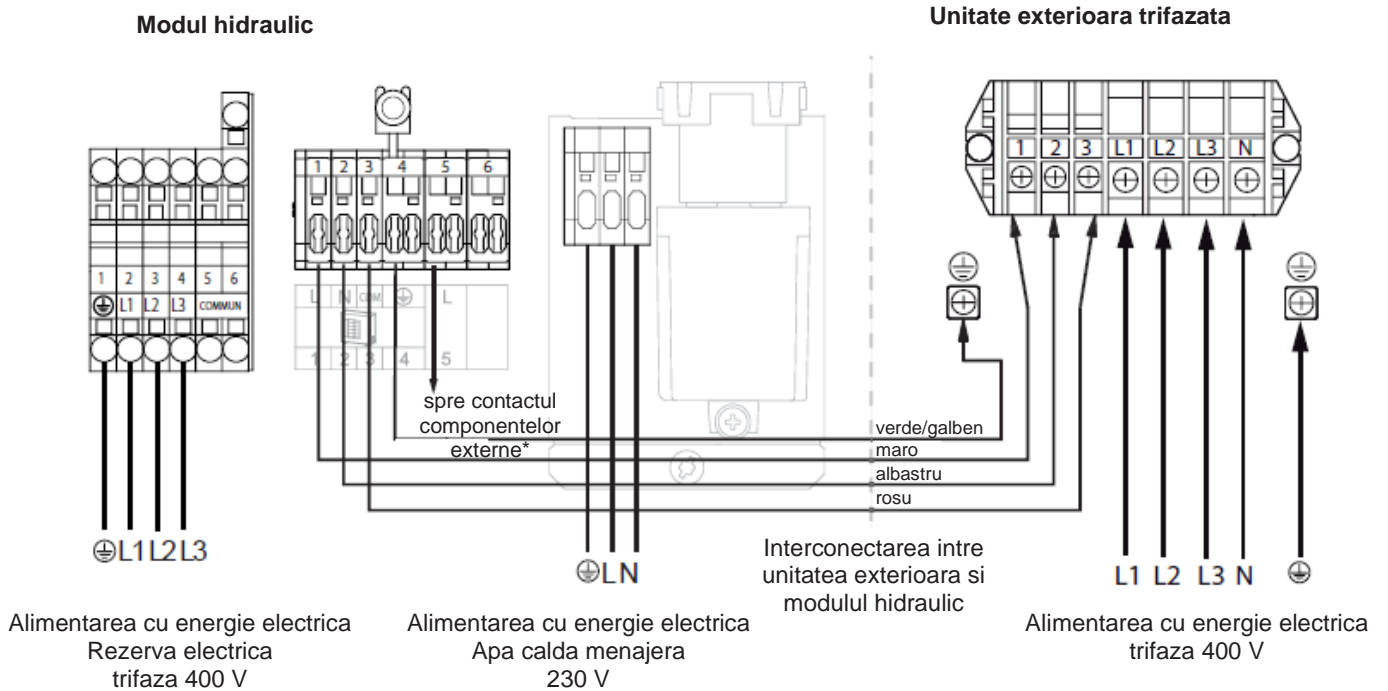

fig. 45 - Conectarea la regletele cu borne si la releul de putere
- Efectuati conexiunile in conformitate cu schema (schemele) fig. 39 si fig. 45
- Efectuati conexiunile in conformitate cu schema (*fig. 45*).